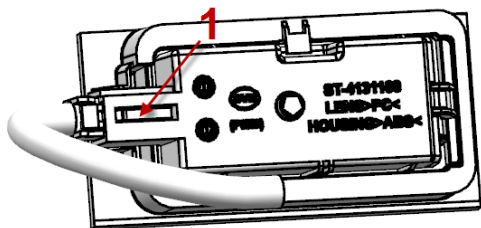

图8-1-12 左门灯拆卸示意图
e. 拆卸左门灯接插件：如图8-1-12，用力沿箭头1方向压住卡脚，再拔出线束插头。